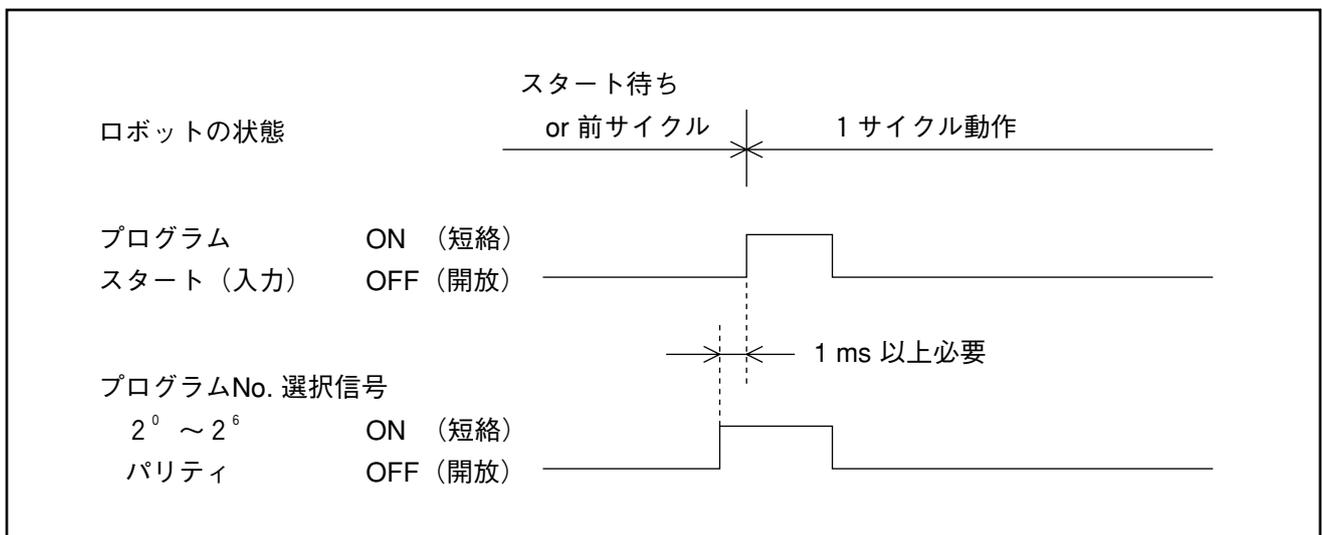

図5-25 プログラム No. 選択信号
(3) 入力条件と動作
- ①プログラムNo選択信号は次ページの表5-5に示すように $2^0 \sim 2^6$ とパリティビットの8ビットで構成されます。
- ②十進のプログラムNoを二進の $2^0 \sim 2^6$ とパリティビットに変えて入力します。
- ③短絡はビット値=1、開放はビット値=0を表し、パリティビットは奇数パリティです。
- ④プログラムNo選択信号は図5-25に示すようにプログラムスタートより必ず先(1ms以上)に入力し、ロボットがスタートするまで、状態を維持してください。